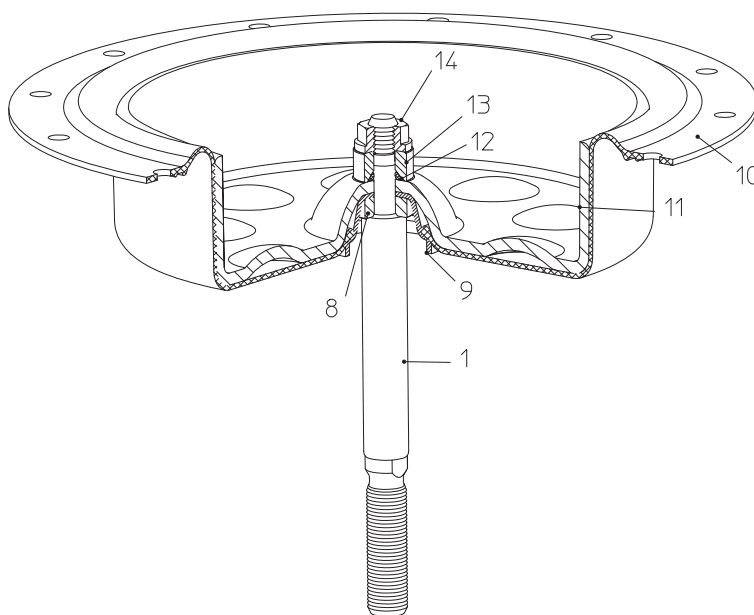
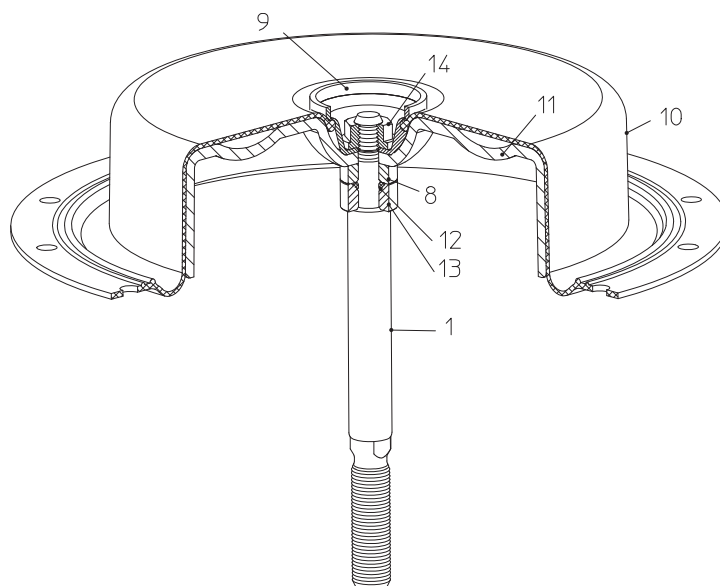
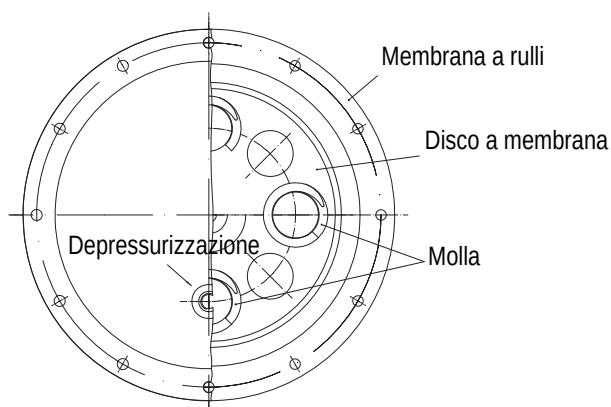

Fig. 21: „Asta uscente grazie alla forza della molla“
Fig. 22: „Asta rientrante grazie alla forza della molla“
Fig. 23
- Negli azionatori di tipo „Asta uscente grazie alla forza della molla“ bisogna assicurarsi nel corso del montaggio di questo modulo che un foro della membrana a rulli (pos. 10) e una bombatura del disco a membrana (pos. 11) siano allineati esattamente sul punto di raccordo dell'aria sul fondo della membrana (pos. 7) (Fig. 21 e Fig. 23).
- Negli azionatori di tipo „Asta rientrante grazie alla forza della molla“ bisogna assicurarsi nel corso del montaggio di questo modulo che un foro della membrana a rulli (pos. 10) e una bombatura del disco a membrana (pos. 11) siano allineati esattamente sul punto di raccordo dell'aria sulla calotta della membrana (pos. 18) (Fig. 22 e Fig. 23).